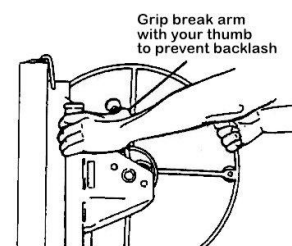

Figure 3
- b) Podnieś ramię hamulca do samej góry. Chwyć wciągarkę oraz przytrzymaj mocno kciukiem drążek hamulca, aby zapobiec jego odskoczeniu (Rys. 3).